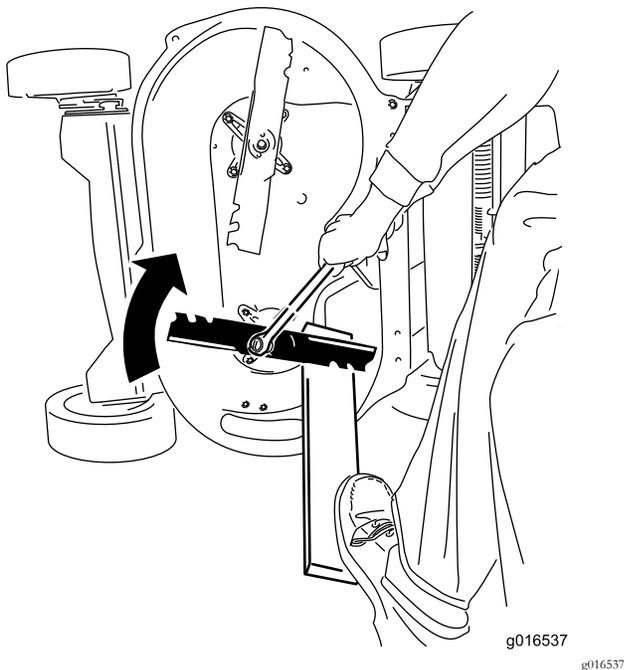

Bild 46
2. Halten Sie jedes Messer mit einem Brett fest und drehen Sie die Messerschraube mit einem Drehmomentschlüssel nach rechts, wie in **Bild 46** dargestellt. Ziehen Sie die Messerschraube mit 82 N·m an.